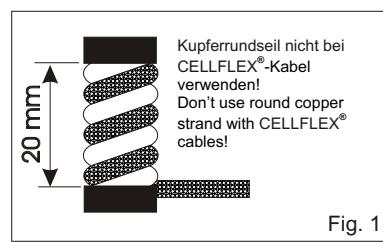
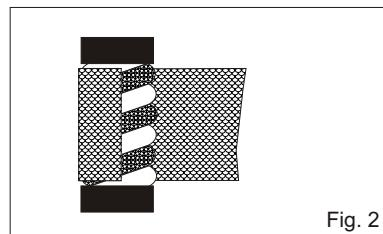

Fig. 1
Fig. 2
Bei spiralgewelltem HELIFLEX®-Kabel die Wellentäler mit Rundkupferseil (1) auffüllen/einlegen, entfällt bei ringgewellten Kabeln. Fig. 1 Anschließend flaches Geflechtband(2) ohne Überlappung darüber legen. Falls notwendig die Geflechtänder kürzen. Fig. 2 Kupfererdungsschelle (3) über das Geflechtband legen.